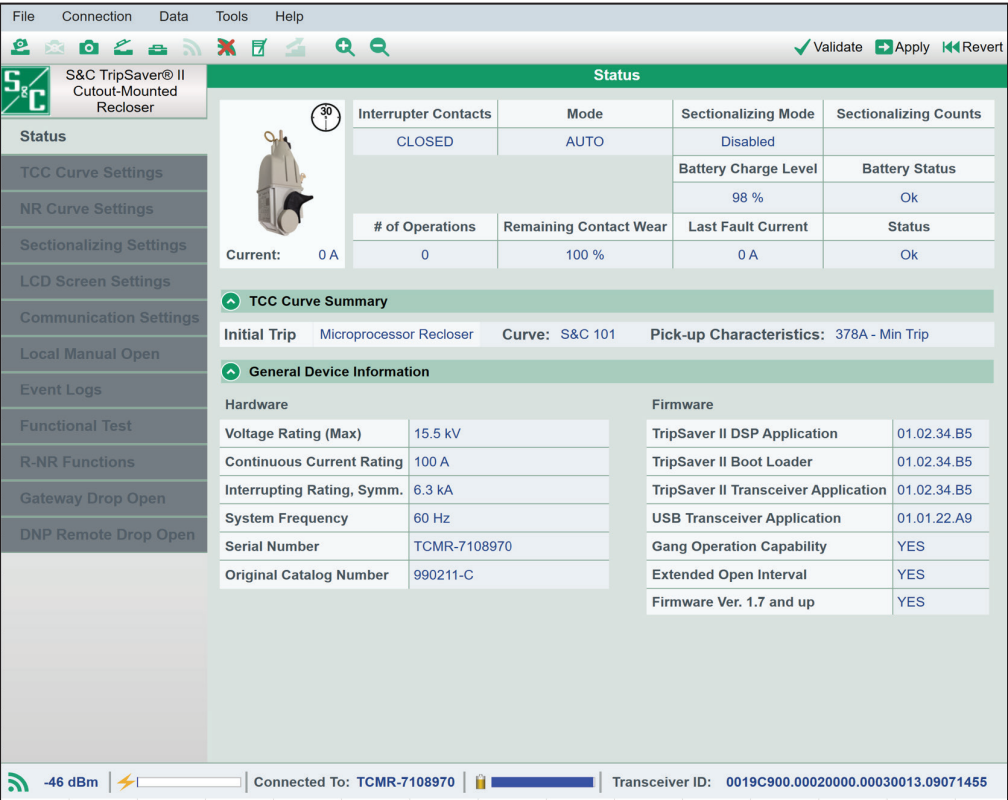

Figura 24. Tela Status após uma recuperação de perfil feita com sucesso.
PASSO 6. Verifique a tela *Status* para assegurar que a informação de perfil foi recuperada com sucesso. Ver Figura 24.